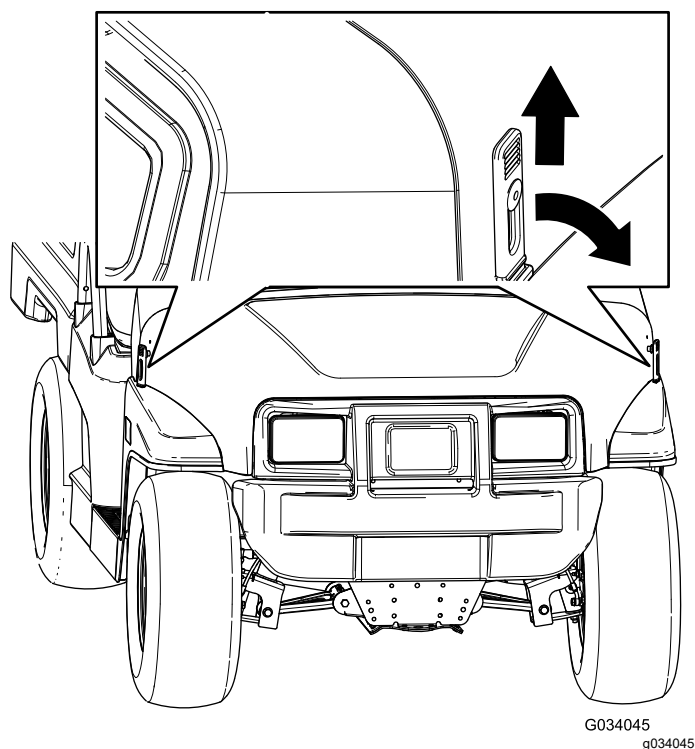

Figura 25
1. Ridicai mânerul clicheilor din cauciuc de pe fiecare parte a capotei. (Figura 25).
2. Fixai capota prin alinierea clicheilor din cauciuc pe ancorele de blocare de pe fiecare parte a capotei. (Figura 25).